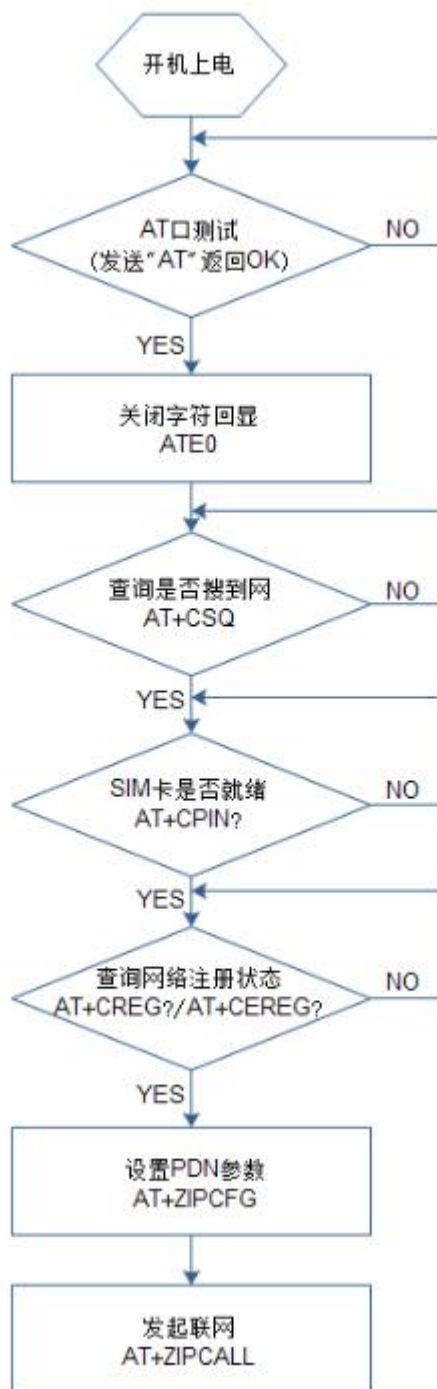

图 3-1 ZM9000 通信初始化流程图
1. 图 3-1 是主机侧软件与 ZM9000 模块的初始化流程。主要包括了检测模块硬件连接状态、网络注册状态、网络连接参数设置、激活网络连接等功能。
如图 3-1 所示，设置联网参数时，需要由主机侧发送 `AT+ZIPCFCG` 命令，ZM9000 返回 OK 给主机，表示参数设置完成。